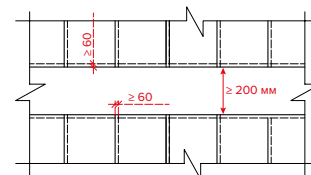

Рисунок 5.11. Варианты раскладка рулонов полимерных мембран
**5.5.4.** В процессе производства работ по монтажу кровельной системы необходимо обеспечить боковой и торцевой нахлест рулонов на величину свободного от флиса края полимерной мембраны (не менее 60 мм) (рис. 5.11).
- встык, с последующей сваркой краёв полотен между собой сборной полосой из ПВХ мембраны без флисовой подложки, например, LOGICROOF V-RP, шириной не менее 200 мм (см. 5.5.21) (рис. 5.11);